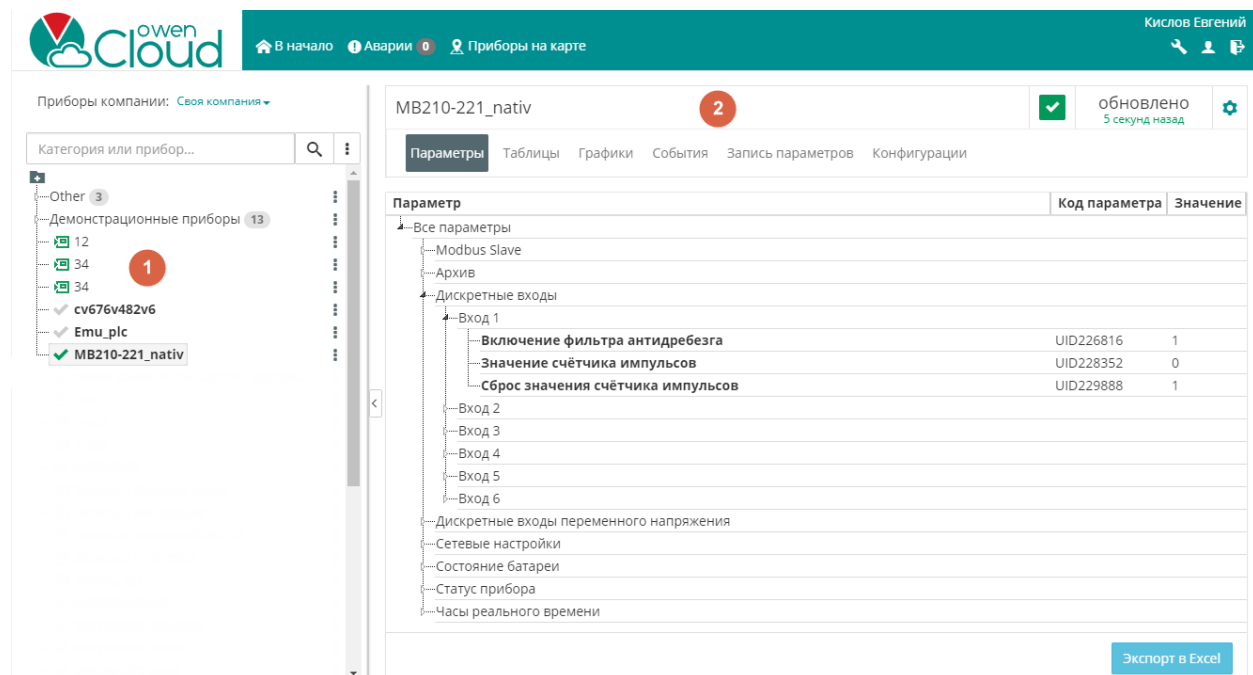

Рисунок 3.4 – Внешний вид главной страницы сервиса
Главная страница содержит следующую информацию (см. рисунок 3.4):
2. Информация о выбранном устройстве (см. рисунок 3.4):